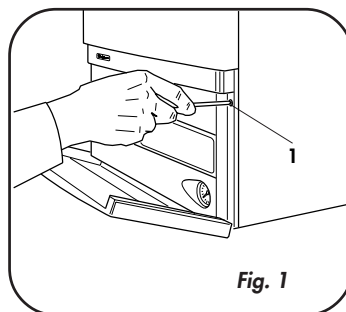

Fig. 1
- soltar os dois parafusos de fixação 1 do painel de comando da caldeira (fig. 1).